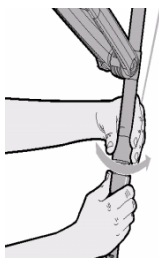

Рисунок 7
- у напрямку проти годинникової стрілки розгорніть верхню частину штанги (рис. 7) з основною та додатковою рукоятками на кут 180° відносно корпусу двигуна (штанга може повертатися тільки проти годинникової стрілки);
- відпустіть кільце (8) для фіксації обраного положення.